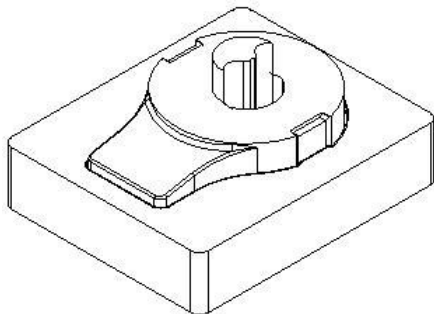

图7-44
1. 在键盘上按 **Ctrl+L** 组合键，弹出【图层的设置】对话框。设置图层 4 作为工作图层，并设置其他图层为不可见，此时设计区域如图 7-44 所示。